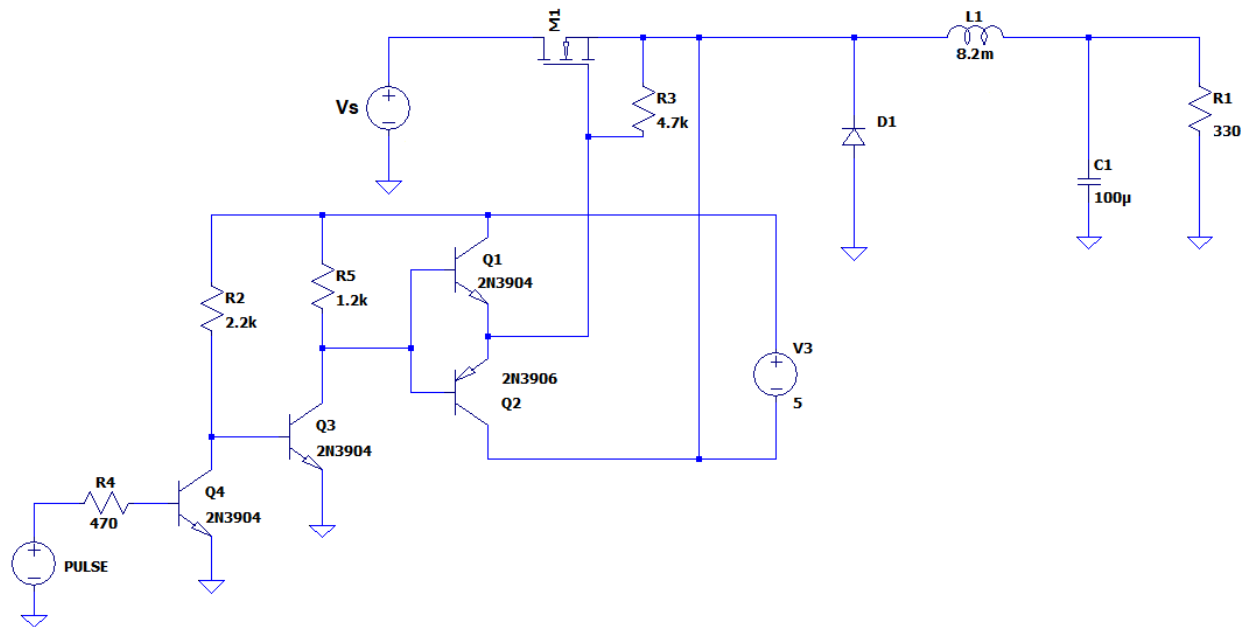

Figura 2. Convertidor Buck con etapa de acople para entre el PWM y el MOSFET.
Nota: entre la señal del PWM y el MOSFET se requiere una etapa de acople con resistores y transistores. En la Figura 2 se observa el circuito con dicha etapa. Así lo deberán simular (e implementar en físico en la Tercera Parte).
1. En Simulink, construyan el circuito mostrado en la Figura 2 (notar que es en lazo abierto). Para los transistores BJT usen los bloques *NPN Bipolar Transistor* y *PNP Bipolar Transistor*, respectivamente. Para el MOSFET, usen el bloque *N-Channel MOSFET*. Para el diodo, cambien el modelo a exponencial, como en el lab 5. El pulso es la señal del PWM. Usen el bloque *PWM*. La entrada del bloque *PWM* será una constante (en este caso de lazo abierto), que representa un ciclo de trabajo. La salida del bloque *PWM* está entre 0 y 1. Deberán amplificarla, para que esté entre 0 y 3.3 (porque así lo sacará la Tiva C en la implementación física). El bloque tiene como parámetro el período del pulso. Usen un período de 0.0001 s. Coloquen un *Scope* para ver el voltaje deseado (constante) y el voltaje de salida.
- Resistores, capacitor, inductor y transistores BJT indicados en la Figura 2. La resistencia *shunt* debe ser pequeña. De 1 Ω estaría bien.